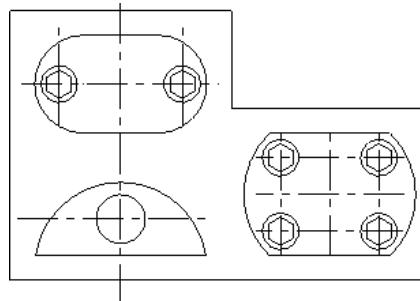

图3-135 绘制圆弧形矩形
- 08 在“矩形选项”对话框中输入矩形的“宽度”为70，“高度”为50，选择“圆弧形”矩形按钮□，并单击对话框中的“应用”按钮+，结果如图3-135所示。